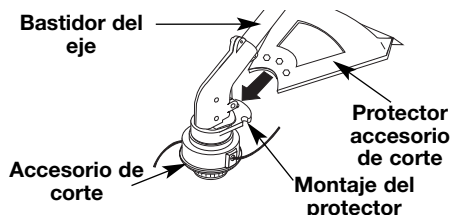

Fig. 2
4. Mientras sostiene la unidad en posición de operación (Fig. 2), coloque la manija en D en el lugar que le brinde el mejor agarre.